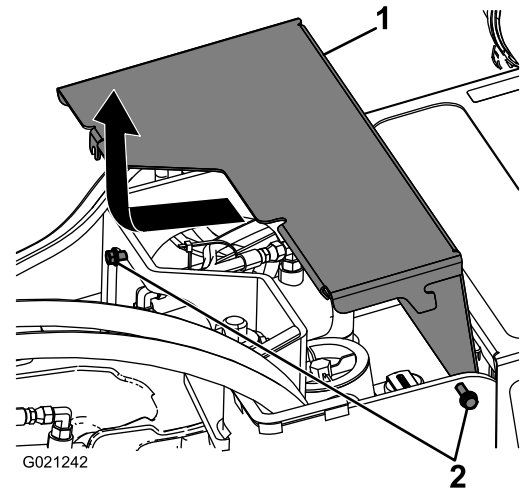

Figura 24
3. Afloje los 2 pernos que sujetan la cubierta delantera a la máquina (Figura 24).
4. Deslice la cubierta hacia adelante y tirar hacia arriba para retirar la cubierta (Figura 24).
5. Para instalar la cubierta delantera, deslícela en su sitio y sujétela con los 2 pernos que aflojó anteriormente (Figura 24).